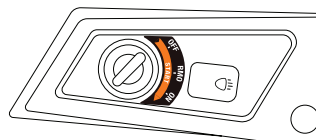

Рис. 14
- Запустите двигатель электрозапуском, переведя ключ (Рис. 14) в положение «START», либо используйте ручной запуск, переведя ключ в положение «ON» и запустите двигатель потянув за рукоятку стартера расположенную под сиденьем оператора.
- Установите ключ зажигания в позицию «RMO» (Reverse mowing operation) (Рис. 14).
- Заглушите двигатель, переведя ключ зажигания в положение «OFF» (Рис. 14).